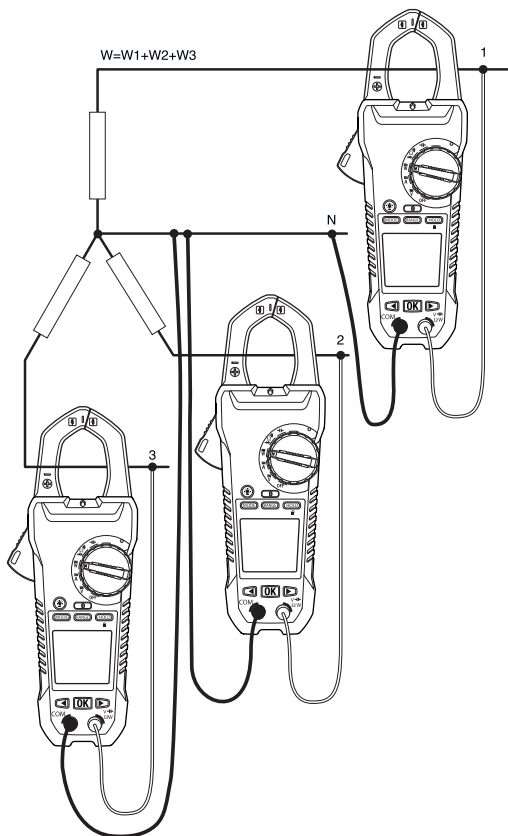

Рис. 5.5. Измерение трехфазной четырехпроводной системы
Измерение мощности для трехфазной четырехпроводной системы проводится в три этапа, см. рис. 5.5. Суммарная мощность определяется путем сложения результатов трех измерений:  $W = W_1 + W_2 + W_3$
3. Проведите три измерения активной мощности (см. рис. 5.5).